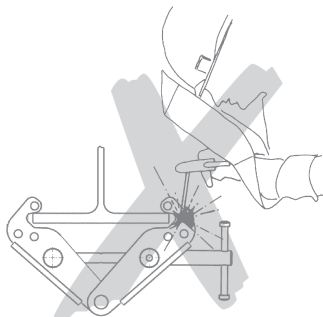

Fig. 2
- Schweißarbeiten am Gerät sind verboten. Das Gerät darf nicht als Erdungsleitung bei Schweißarbeiten verwendet werden (Fig. 2).